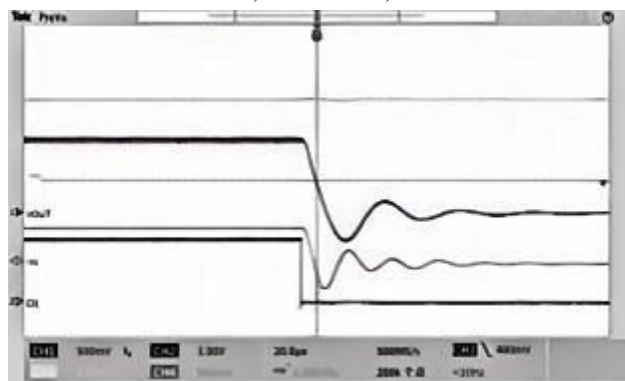

图13 带载关闭
其中 60.4k 是集成顶部反馈电阻器，RFB(SL) 是外部底部反馈电阻器。RTR(TOP)/RTR(BOT) 是从稳压器 TRACK/SS 引脚上的电阻分压器，如图 13 所示。根据上式，主设备的输出转换速率 (MR) 和从设备的输出转换速率 (SR) (单位为伏特/时间) 由下式确定：